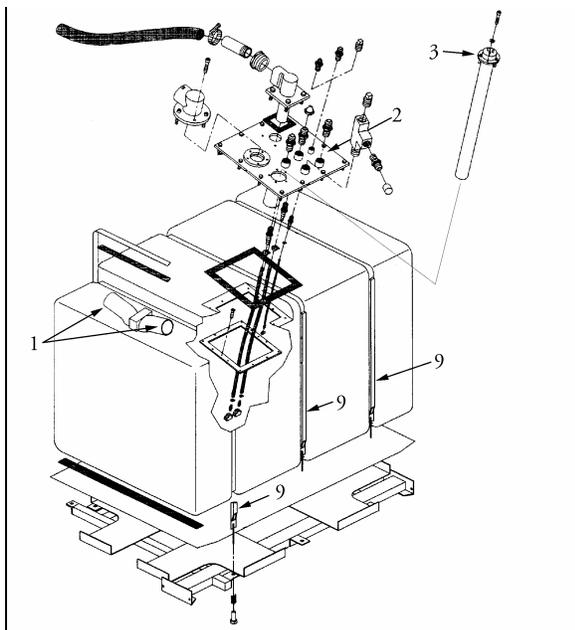

FIGURE 3 : DÉTAILS DU RÉSERVOIR
3. Desserrer les colliers de serrage des boyaux de remplissage gauche et droit et retirer les boyaux des raccords du réservoir (item 1 figure 3).
4. Dévisser les raccords et retirer les tubulures d'essence du préchauffeur ainsi que les tubulures de retour d'essence du préchauffeur (si applicable) et du retour d'essence auxiliaire au réservoir (item 2 figure 3). Identifier les tubulures pour faciliter la réinstallation.
5. Dévisser les raccords et retirer les tubulures d'alimentation et de retour d'essence du réservoir (item 2 figure 3).
6. Débrancher les connexions électriques de la jauge à essence (item 3 figure 3).
10. Enlever les attaches du réservoir (item 9 figure 3).
17. Réinstaller les boyaux de remplissage gauche et droit aux raccords du réservoir (item 1 figure 3) et serrer les colliers de serrage.